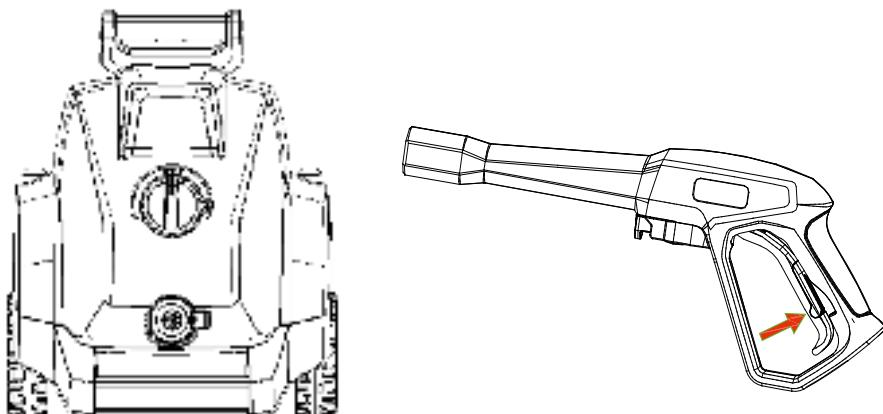

Рис. 6
- Убедившись, что шланг подачи воды подсоединен к мойке, подключите мойку к сети и включите поворотом вправо выключателя (поворот из положения «ВЫКЛ./0» в положение «ВКЛ./1») и нажмите на курок пистолета на показано на Рис.6..